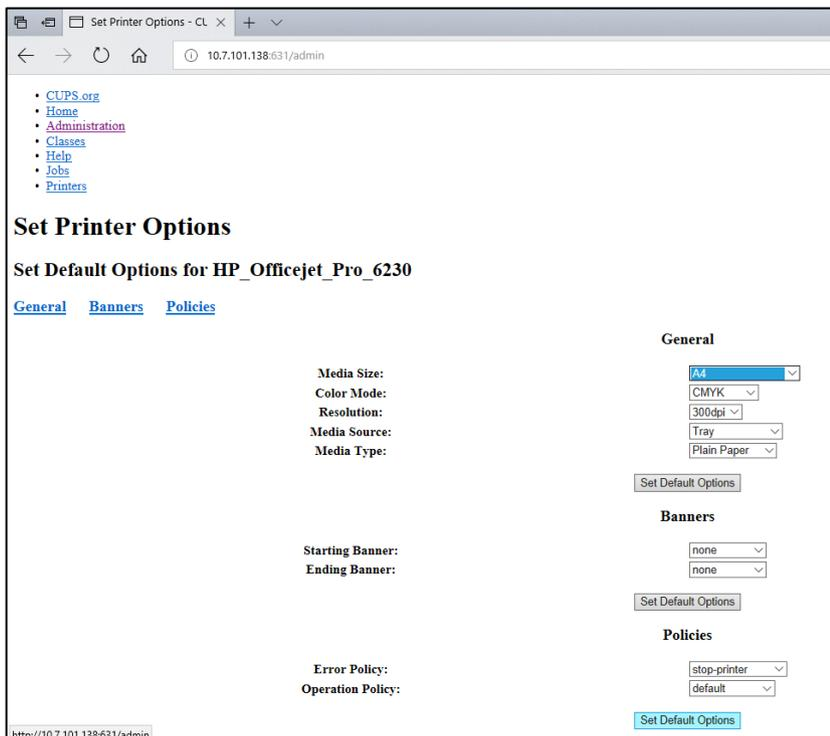

Figura 104. Selecionando o tamanho de mídia correto.
7. Selecione o Media Size (Tamanho de mídia) correto (como "A4"), pois algumas impressoras não imprimem se o formato do papel estiver errado. Em seguida, salve a seleção pressionando **Set Default Options** (Definir as opções padrão) (Figura 104).